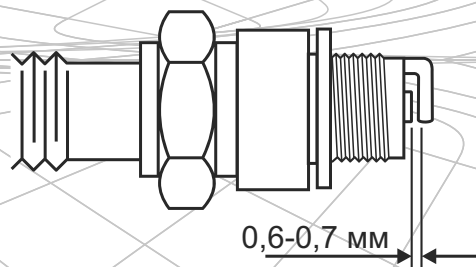

Рис. 32
4. Используя специальный щуп, измерьте зазор между электродами свечи (если необходимо, выставьте зазор 0,60 – 0,70 мм, осторожно подгибая боковой электрод) (см. рис. 32).